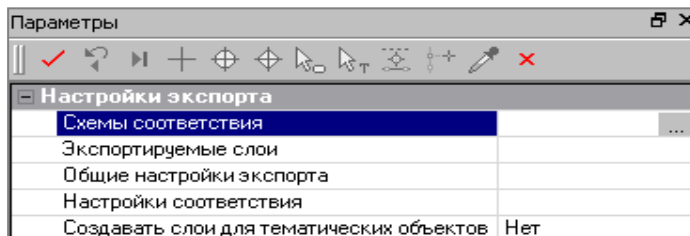

Рис. 32.18
2. В окне **Параметры** (рис. 32.18) задаём настройки экспорта в определённой последовательности: